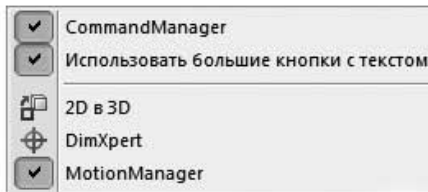

Рис. 6.53. Подключение панели MotionManager
9. Программа SolidWorks позволяет создать анимацию, в том числе сборки-разборки компонентов сборочной единицы. Щелчком правой кнопкой мыши на любой панели инструментов вызовите контекстное меню и включите панель команд MotionManager (рис. 6.53).